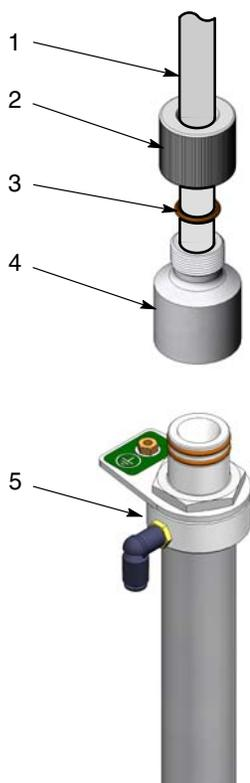

图 7 吸入管接头组件
注意：吸入管接头组件适用于带有或不带外部O形圈的吸入管。图7显示的是带有外部O形圈的吸入管。
1. 见图7。用切管器将抽吸管（1）的末端砍成方块状。